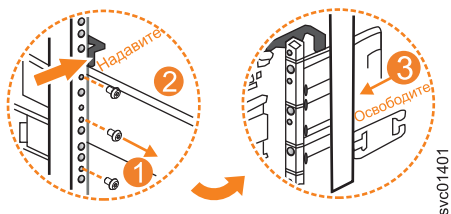

Рисунок 133. Снятие направляющей с задней скобы рамы
3. Открутите два винта, крепящих внутреннюю секцию направляющей к задней скобе (см. рис. 133 на стр. 142).
4. Отделите секцию направляющей от задней скобы (см. рис. 133).